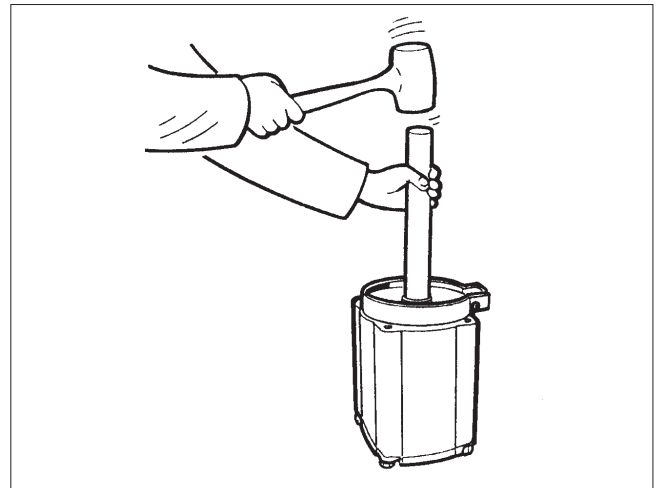
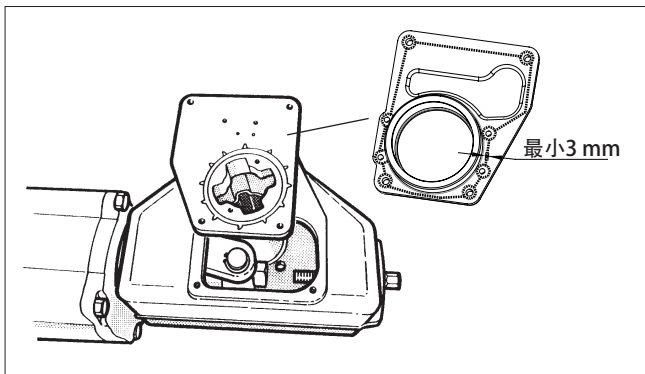
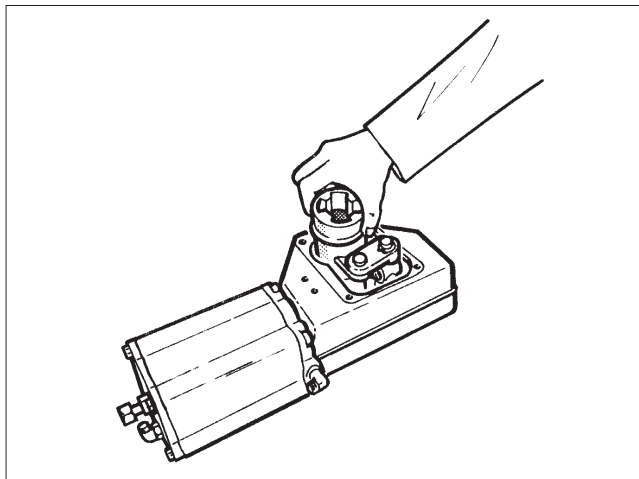

图.11 将活塞放入气缸中
图.12 将护盖安装到外壳上
图.13 从外壳中取出连杆机构
- 用压力机敲击或压送活塞穿过锁紧环, 见图 11。
- 安装 O 型圈 (19)、气缸和活塞。注意进气口位置: 以气缸底座上的进气口作为导向。拧紧螺钉 (31)。扭矩值参见表 2。
- 在轴承单元紧固螺钉 (29) 的螺纹上涂抹锁固密封剂 (例如 Loctite 225) 并拧紧。扭矩值参见表 2。
- 暂时固定外壳盖, 使连杆轴承 (3) 起作用, 但连杆仍可见, 见图 12。注意接地环 (3A、4A)。
- 将新的排气阀 (58) 安装到外壳盖上。
- 清洁外壳和护盖的接触区域。在外壳和护盖的接合面涂抹适量密封剂（例如硅酮胶），形成最小直径 3 mm 的连续路径，如图 12 所示。
- 转动杠杆 (3) 使轴承单元与活塞杆 (10) 分离。将整个杠杆系统从外壳中吊出，见图 13。
- 拆下杠杆轴承 (23)、X 型密封环 (17) 和接地环 (3A)。
- 安装杠杆轴承 (23)。轴承条 (23) 的一侧有倒角，该侧应朝向外壳盖向上安装，使倒角侧与 X 型密封环 (17) 接触。
- 安装 X 型密封环 (17)。X 型密封环在任何点都不得扭曲。确保它们均匀地围绕整个杠杆臂表面放置。在外壳盖侧，X 型密封环 (17) 仅在带倒角的轴承条 (23) 一起安装时才能匹配。
- 组装连杆机构并安装到外壳中。正确位置参见图 13。请注意，连接臂下需要有 2 个接地环 (4A)。需要所有接地环 (3A 和 4A) 满足 ATEX 要求。
- 在轴承单元紧固螺钉 (29) 的螺纹上涂抹锁固密封剂（例如 Loctite 2400、242 或 225）并拧紧。扭矩值参见表 2。
- 清洁外壳和护盖的接触区域。在外壳和护盖的接合面涂抹适量密封胶（例如硅酮胶），形成最小直径 3 mm 的连续路径，如图 12 所示。